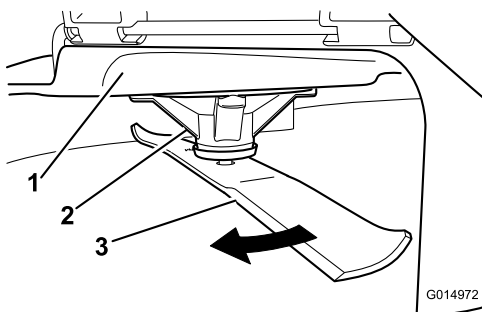

Figura 56
2. Llevando guantes fuertemente acolchados u otro tipo de protección apropiada para las manos, gire lentamente la cuchilla hasta una posición que permita medir la distancia entre el filo de corte y la superficie nivelada en la que descansa la máquina (Figura 56).